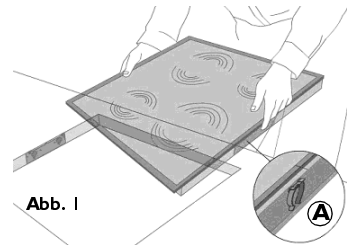

Abb. 1
- Montieren Sie die 4 Klammern (**A**), falls noch nicht geschehen, an den dafür vorgesehenen Schlitzten am Rahmen des Kochfeldes, siehe Abb. 1.